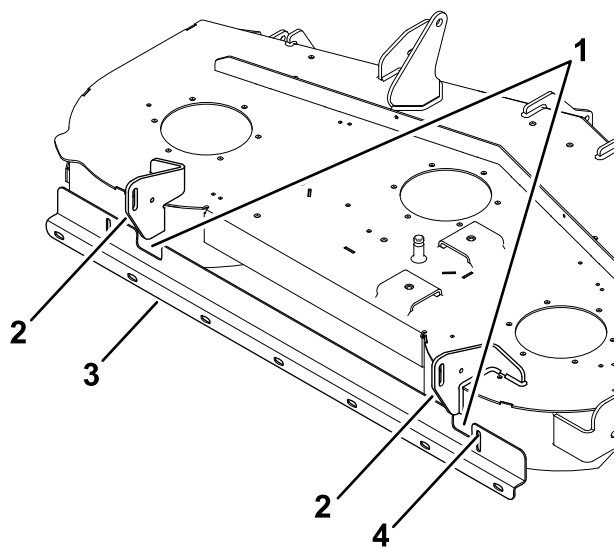

Figura 2
3. Utilizând suportul ca ablon, marcați și realizați un orificiu în curba deflectorului drept, cu un vârf de burghiu (9/32") așa cum se arată în Figura 2.